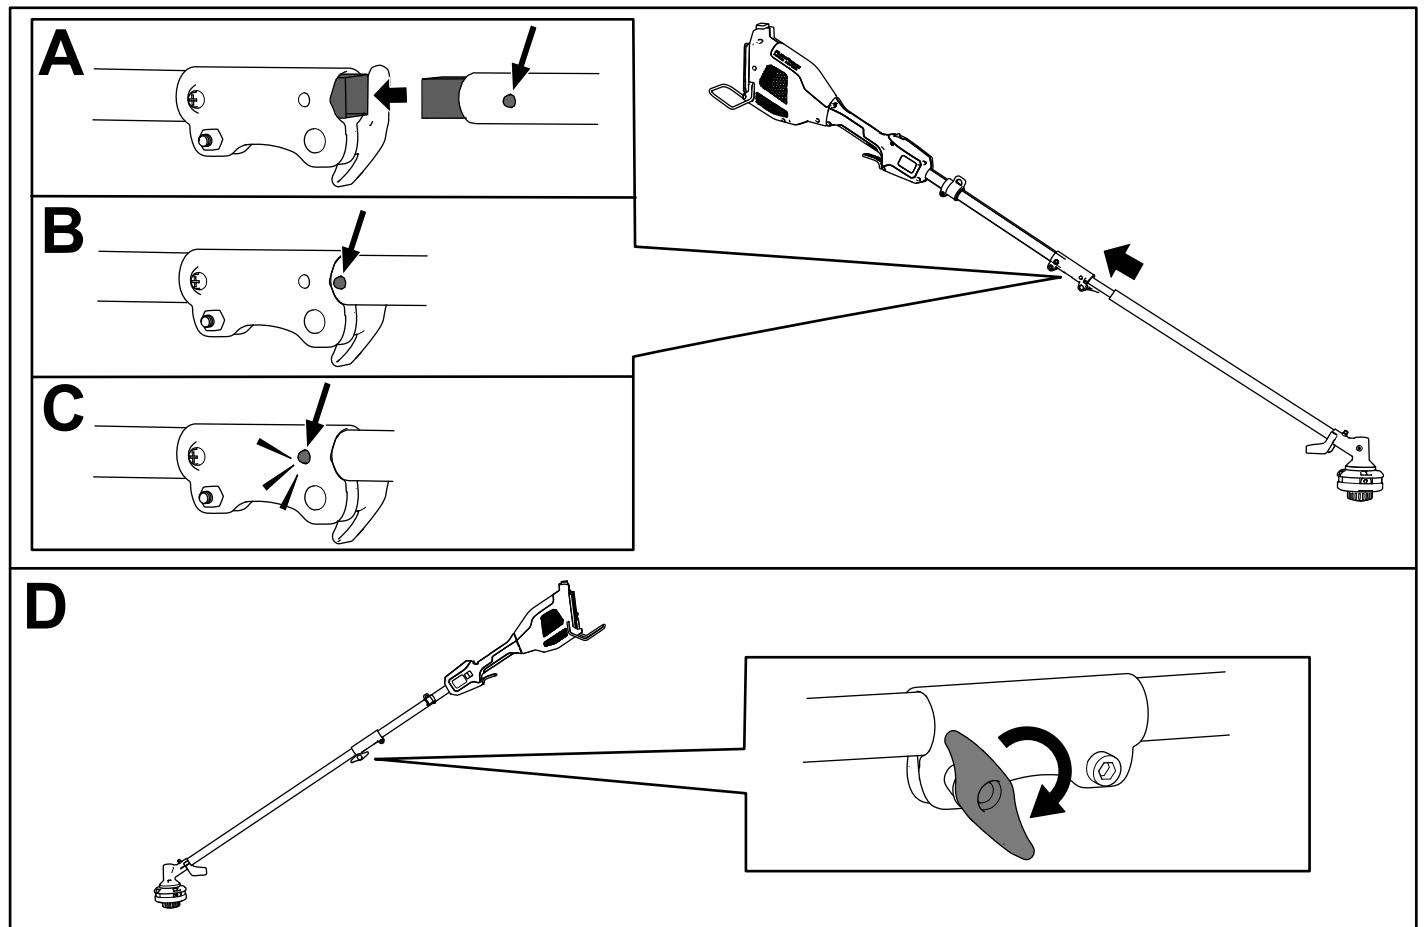

Figure 4
1. Insérez l'arbre carré de la débroussailleuse dans l'arbre carré de la tête électrique (A de la Figure 4).
2. Placez le bouton de verrouillage situé sur la moitié inférieure du manche en face du trou situé sur la moitié supérieure, et emboîtez-les 2 moitiés ensemble (B et C de la Figure 4).
Remarque: Le bouton de verrouillage s'enclenche dans le trou quand les deux moitiés du manche sont correctement emboîtées (C de la Figure 4).
3. À l'aide de la poignée, serrez la vis sur le connecteur du manche jusqu'à ce qu'il soit bien fixé (D de la Figure 4).